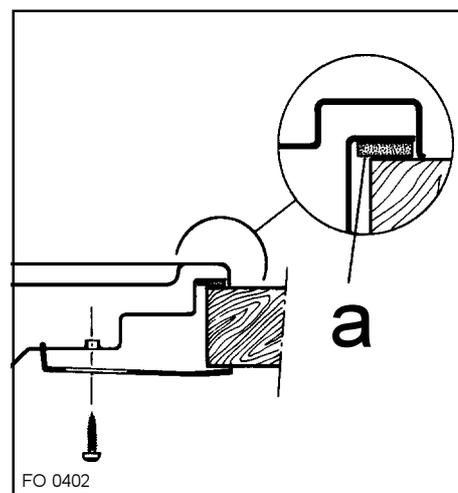

Fig. 8 FO 0402
- fixez la table au meuble à l'aide des pattes de serrage prévues à cet effet (Fig. 8).